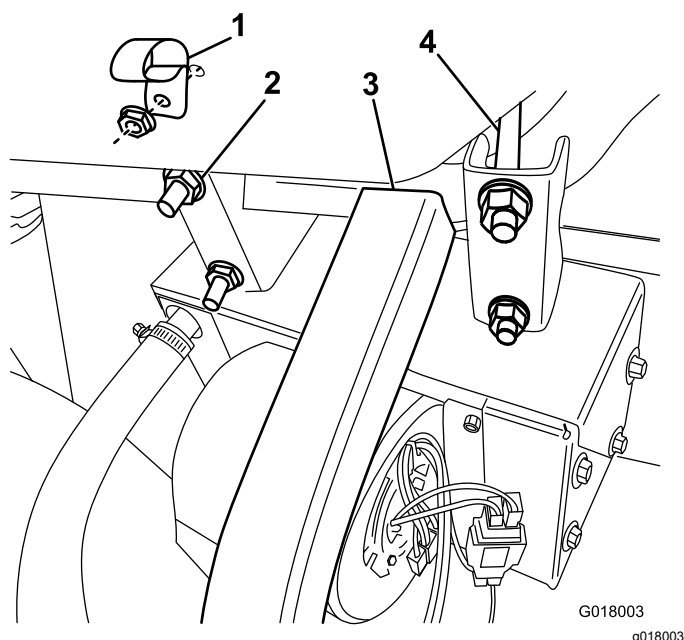

Рисунок 22
3. Присоедините обогреватель в сборе с кронштейном к передней трубе рамы, плотно прижав к П-образной раме, используя прилагаемые U-образные болты и фланцевые гайки (Рисунок 22).
- Прикрепите R-образный хомут к вещевому ящику с помощью болта с фланцем и гайки (Рисунок 22).